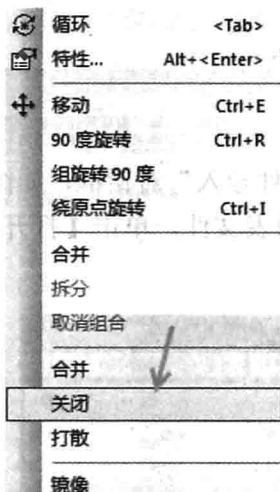

图 5-12 【关闭】命令
(1) 在导入结构图后的 PCB 中, 选中需要作为板框的 2D 线后, 单击鼠标右键, 在弹出的快捷菜单中选择【关闭】命令, 如图 5-12 所示。这样可以将 2D 线闭合成一个封闭外形。